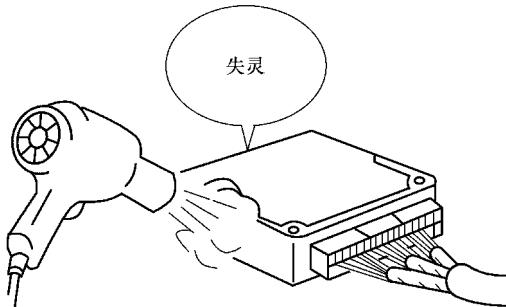

图 5-77 用电吹风加热可能引起故障的零部件
(2) 加热法 当有些故障只是在热车时出现, 可能是因为有关零件或传感器受热引起的。可用电吹风或类似加热工具加热可能引起故障的零部件或传感器, 检查是否出现故障, 如图 5-77 所示。
- ① 加热温度不得高于 60℃ (温度限制在不致损坏电子元器件的范围内)。
- ② 不可直接加热电脑中的零件。